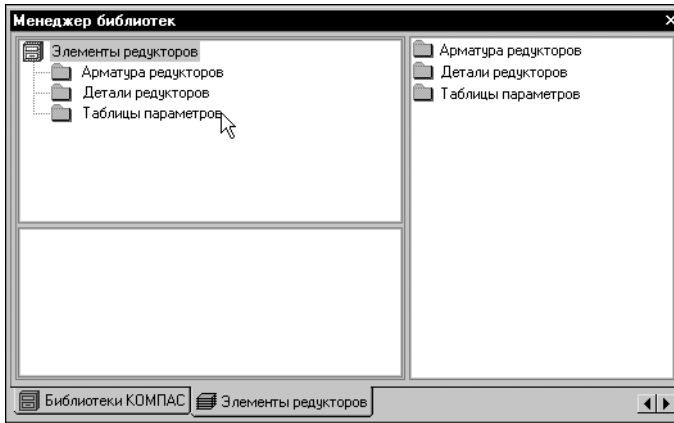

Рис. 45.36. Новые разделы библиотеки
11. Создайте раздел с именем *Арматура редукторов* и нажмите **OK** (рис. 45.36).